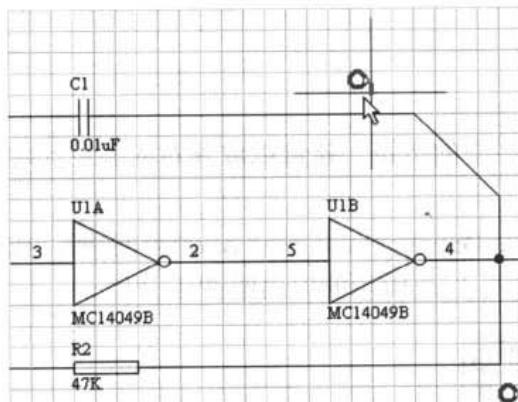

图 4-50 放置 PCB 布线指示
- (1) 执行菜单命令 Place | Directives | PCB Layout，或用鼠标左键单击电路绘图工具栏 PlacePCBLayoutDirectives 按钮，或按下 Alt+P+I+P 键，系统即进入放置 PCB 布线指示命令状态。
- (2) 命令执行后，光标由箭头变成了十字光标并带上了浮动的 PCB 布线指示符号，如图 4-50 所示。移动光标到适当位置，单击鼠标左键或按下 Enter 键，即可放置一个 PCB 布线指示。